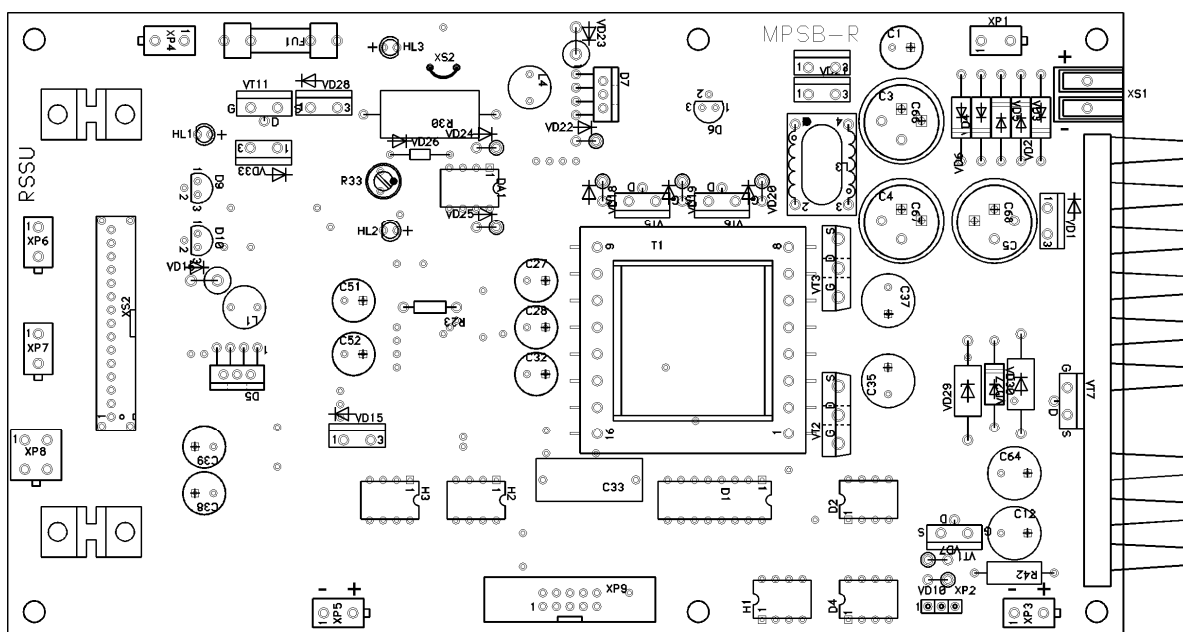

Рисунок 12
2.2.4.2 Подключить внешний источник питания к блоку MPSB-R. Подключение осуществляется через разъем XS1, расположенный на плате MPSB-R (см. рисунок 12). При подключении внешнего источника питания необходимо соблюдать полярность
На универсальном блоке питания MPSB-R установить перемычку XS2 (см. рисунок 12).